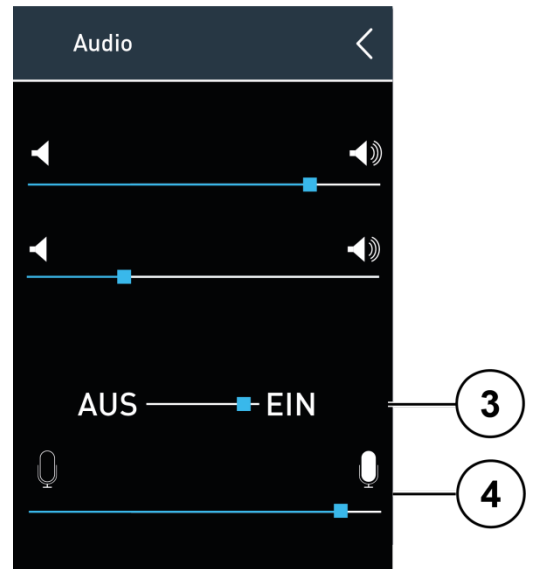

Abb. 14: Einstellungen Mikrofon
- analoge Vorverstärkung (Abb. 14).